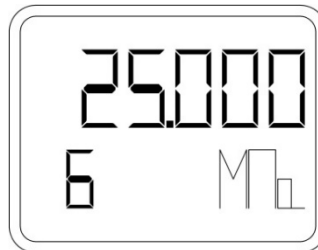

Рисунок 24 – Установка верхнего предела измерения без подачи опорного давления
- При помощи кнопки «M» (или «S») зайти в пункт меню 6 (рисунок 24).